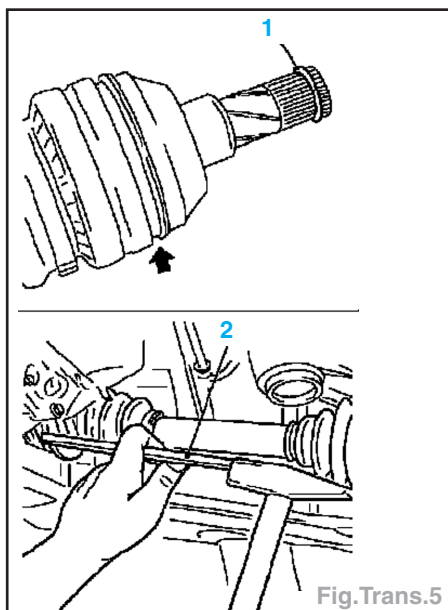

Fig.Trans.5
**Nota :** Utiliser une massette à embout plastique ou un mandrin en métal doux (Fig.Trans.5).